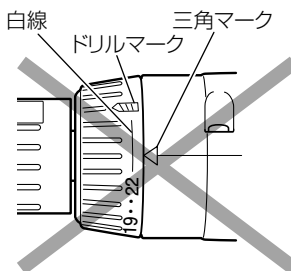

図 7-4
- 「22」とドリルマーク「」の中間の白線部分では使用しないでください。故障の原因になります。(図7-4)